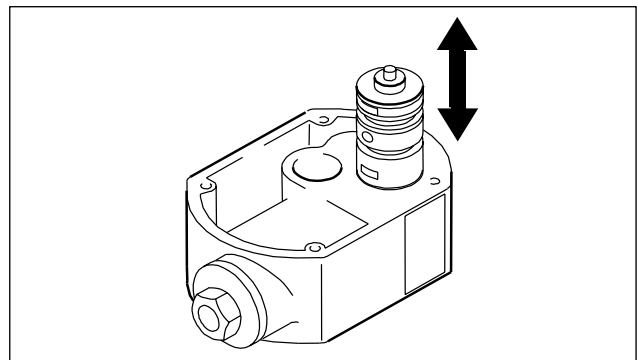

Fig. 16: Montagem da válvula de comando interna
- A válvula de comando do ar é substituída como unidade completa (Fig. 16).